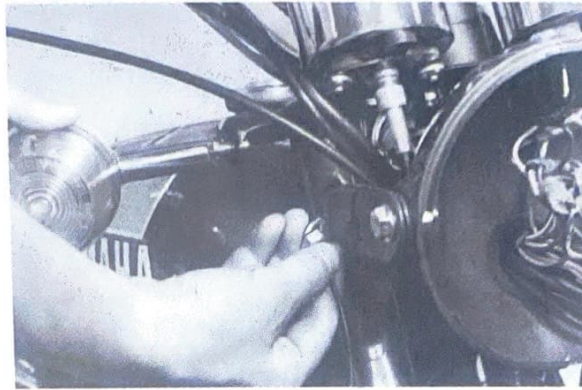

Fig. 35
2. Install the flasher light to the flasher light bracket with 8 mm nuts and spring washers. (Fig. 35)
2. Fixer les clignoteurs à leurs supports à l'aide des écrous et des rondelles Grower de 8 mm. (Fig. 35)